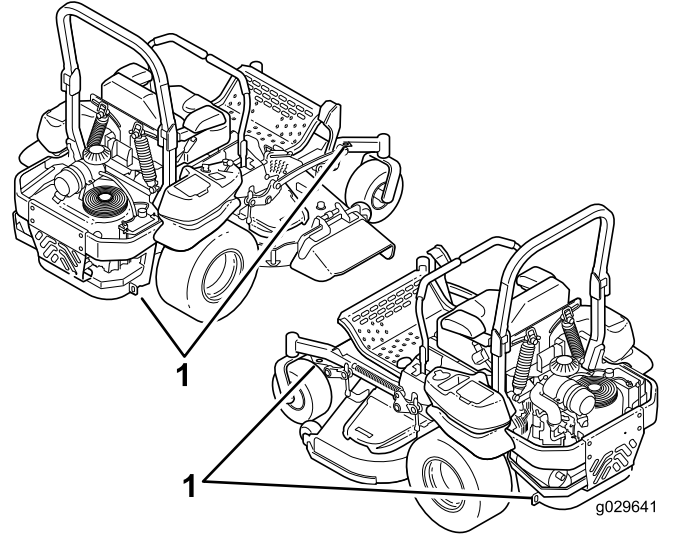

Figura 42
5. Utilice los puntos de amarre de la máquina para sujetarla firmemente al remolque o al camión con correas, cadenas, cables o cuerdas (Figura 42).